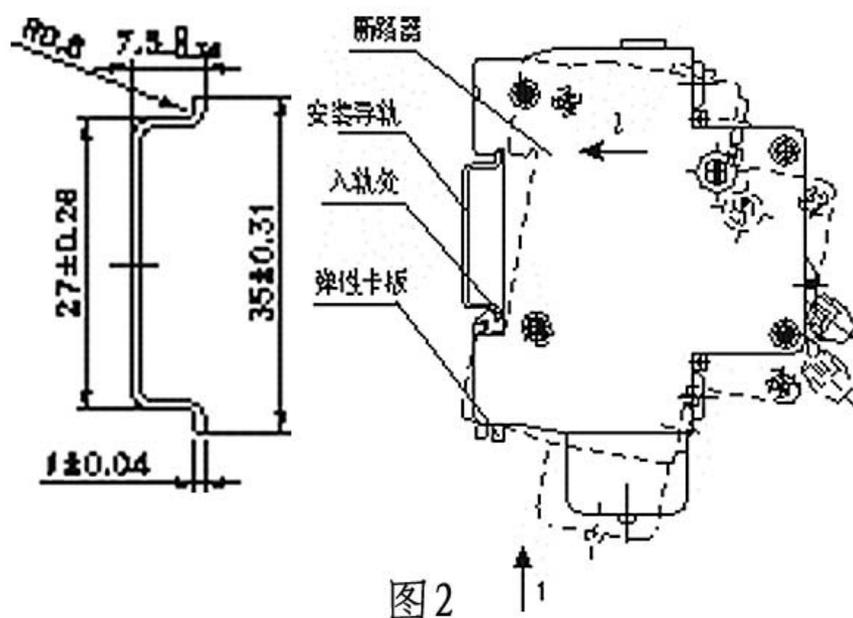

图 2
8.5 安装及拆卸方法（见图 2）
a. 将漏电断路器入轨处对准安装导轨下端（稍向右倾斜，见图 2 点划线），使漏电断路器沿箭 1 方向向上推动，并按箭头 2 方向将凹处推到安装导轨上端，松手即可。